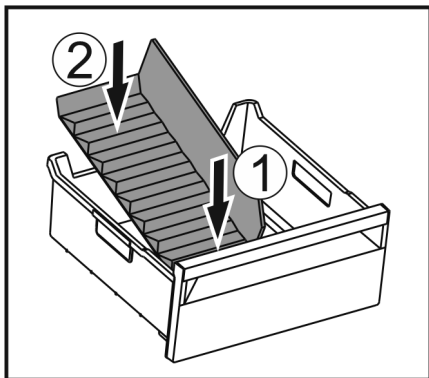

Fig. 79
► 装入冰格分隔器前部。 Fig. 79 (1)
► 将冰格分隔器后部放低至抽屉底板。 Fig. 79 (2)